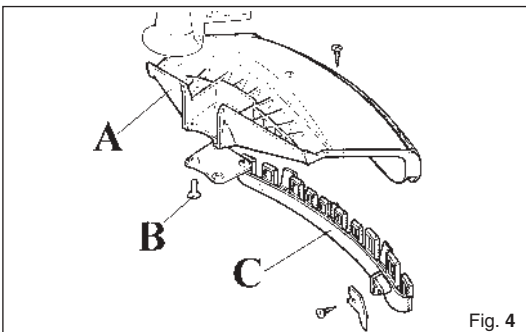

Fig. 4
MONTAJE DE LA PROTECCIÓN DE SEGURIDAD 8725 LAV - 8725 BAV (Fig. 4)
Fije la protección (A) al tubo de transmisión, por medio de los tornillos (B) en una posición tal que permita trabajar con seguridad. **NOTA: utilice el protector (C, Fig. 4) solamente con la cabeza con hilo de nylon.**
MONTAGE VAN DE VEILIGHEIDSKAP 8725 LAV - 8725 BAV (Fig. 4)
Monteer de kunststof of stalen beschermkap (A) met de bouten op zodanige wijze aan de steel dat deze een goede bescherming biedt (B). **OPMERKING: Gebruik de extra beschermrand (C, Fig. 4) alleen in combinatie met de nylon draadkop.**
MONTAGEM PROTECÇÃO SEGURANÇA 8725 LAV - 8725 BAV (Fig. 4)
Fixe a proteção de plástico ou ferro (A) no tubo de transmissão com a ajuda dos parafusos (B) numa posição tal que vos permita trabalhar com toda a segurança. **NOTA: utilize a proteção (C, Fig. 4) apenas com os fios de nylon.**